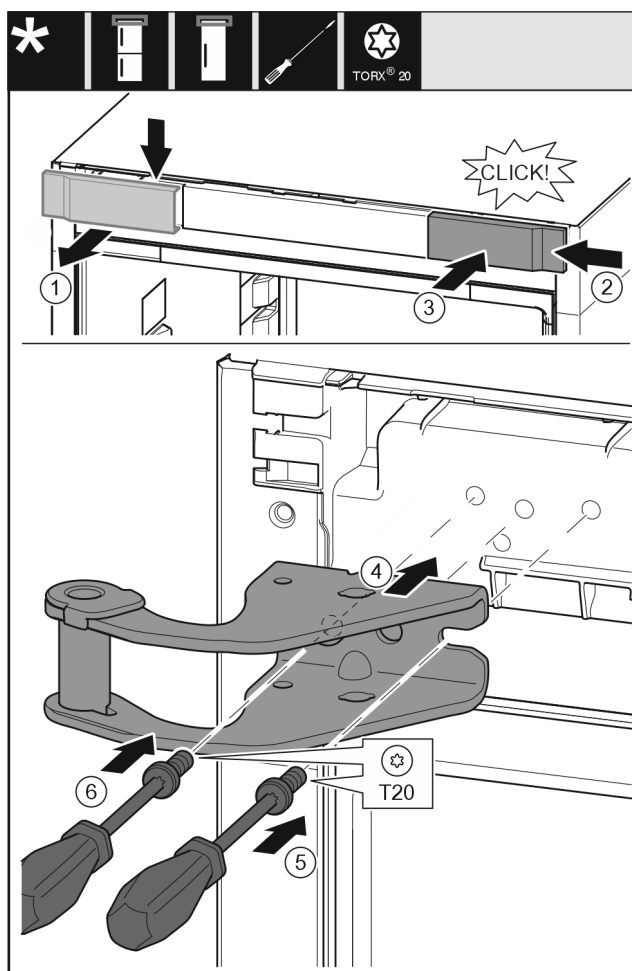

Fig. 13
- Rimuovere la copertura dall'alto in avanti. Fig. 13 (1)
- Ruotare la copertura di 180° e agganciarla sull'altro lato da destra. Fig. 13 (2)
- Innestare la copertura. Fig. 13 (3)
- Applicare il blocco di supporto superiore. Fig. 13 (4)
- Applicare la vite con il cacciavite T20 e serrare. Fig. 13 (5)
- Applicare la vite con il cacciavite T20 e serrare. Fig. 13 (6)